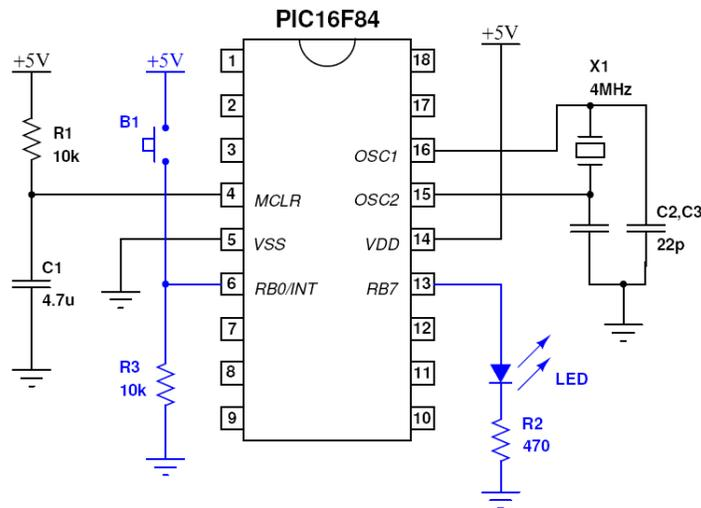

FIGURA 8. Circuito del ejemplo 2.
En la figura 8 se muestra el circuito para el Ejemplo 2. Como se puede apreciar en la figura, el circuito de este ejemplo es muy similar al del Ejemplo 1. La única modificación al circuito del ejemplo anterior es la adición de un botón pulsador B1 entre 5 V y RB0/INT con una resistencia *Pull-Down* R3. La resistencia *Pull-Down* mantiene el puerto en LOW (0), mientras el pulsador no sea presionado y cambie la señal a HIGH (1). Si se desea que la interrupción se genere al soltar el botón, entonces deberán intercambiarse la resistencia *Pull-Down* por el botón pulsador.